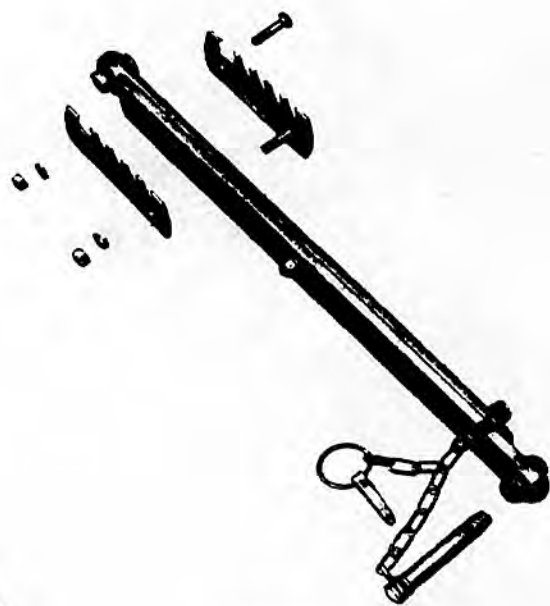

FIG. 26
UPPER LINK (Fig. 26)
11. UPPER LINK (Fig. 26)